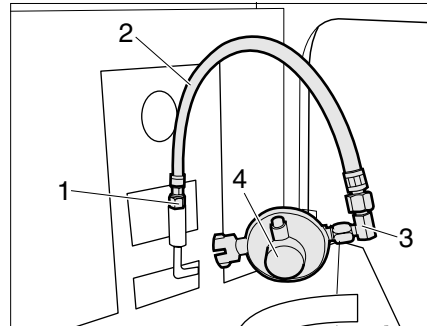

Bild 45 Gasschlauch mit Gasdruckregler
- ▶ Winkelstück (Bild 45,2) an Gasschlauch (Bild 45,2) schrauben.
- ▶ Gasdruckregler (Bild 45,4) auf Winkelstück schrauben.
- ▶ Gasschlauch (Bild 45,2) mit Gasdruckregler an Stützen (Bild 45,1) schrauben.